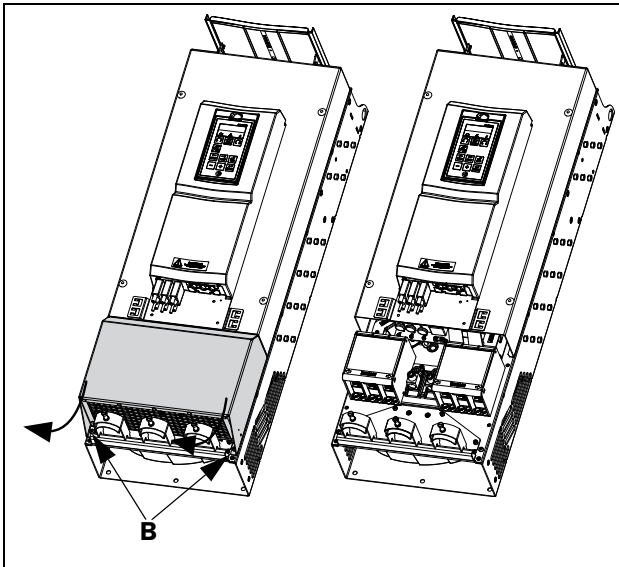

Рис. 25 Ослабьте два винта В и снимите нижнюю крышку (принципиальная схема)
- Ослабьте два винта В (см. Рис. 25).